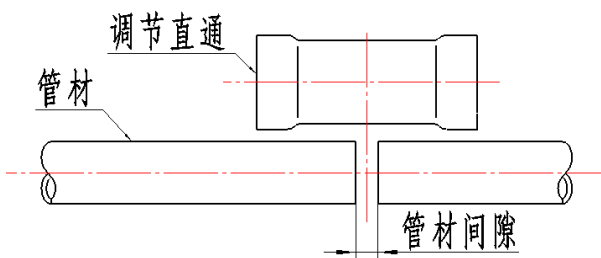

图 5.2 查看调节直通位置并做记号
1) 先查看调节直通放置点，使调节直通大致放管材间隙中线大致对齐，管材间隙不大于该型号管件锁紧段长度，并在管材上做好记号以便安装密封圈（如图 5.2）。